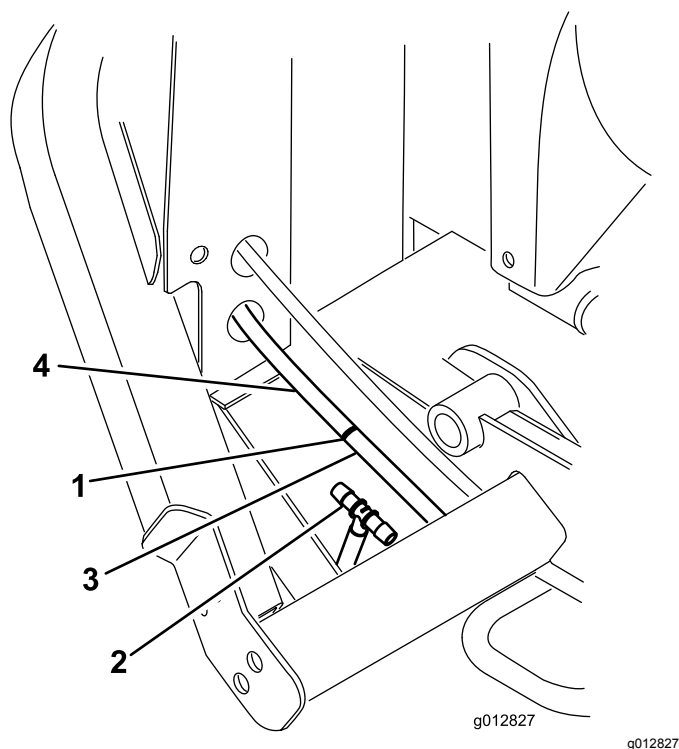

図 17
B. ラジエターのフレームからおよそ127mm のところで戻りホースを切断する図 17。